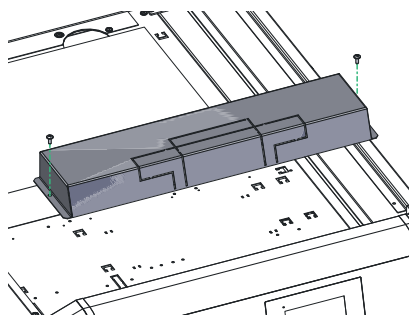

Fig. 136 2 Allentare le viti, rimuovere il coperchio
- Allentare 2 viti della copertura dei morsetti di collegamento e staccare la copertura verso l'alto – Fig. 136.